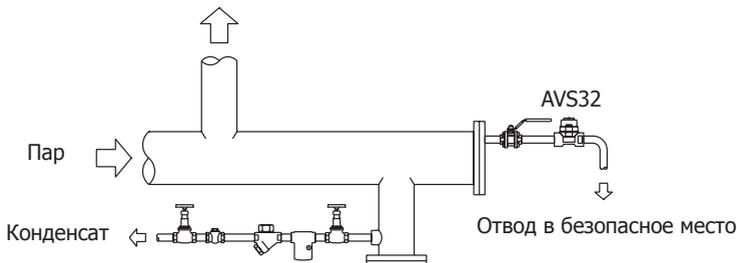

Рис. 2 Тупиковая точка паровой магистрали
3.4 Воздушник **AVS32** должен устанавливаться в горизонтальном положении крышкой вверх, в верхней точке трубопровода либо в месте возможного скопления воздуха. Для беспрепятственного удаления воздуха в месте его выхода не должно быть препятствий. В случае установки отводящей трубы, вывод должен быть выполнен в недоступное для персонала место (рис. 2 и 3).